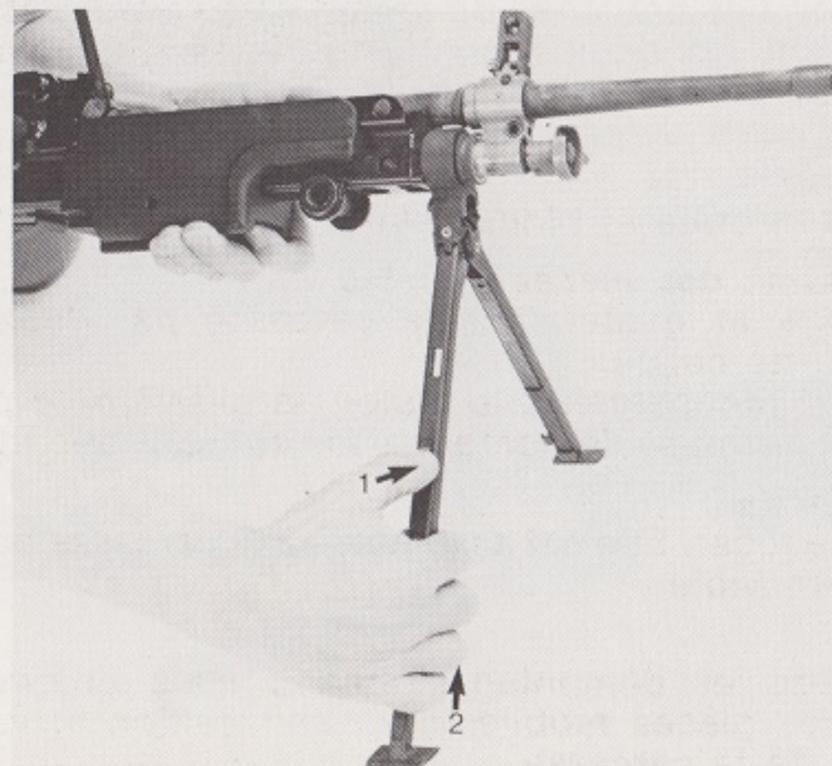

Fig. 9
Pour allonger les branches, tirer les tubes inférieurs vers le bas. Pour ramener le bipied en position basse, appuyer sur les verrous (1) et rentrer les tubes inférieurs (2) (Fig. 9).